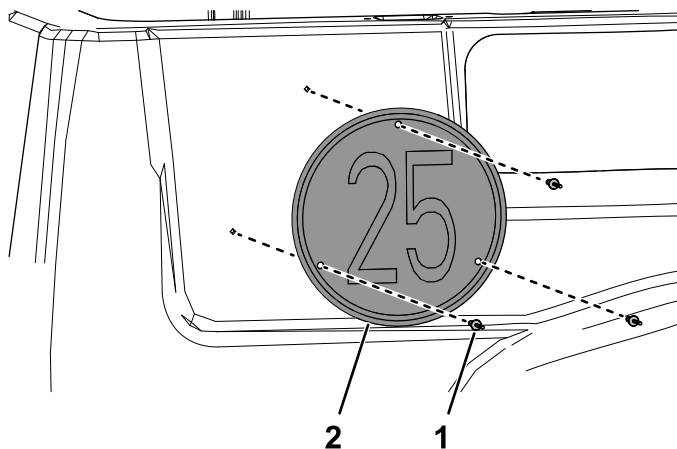

Figura 16
4. Montate la piastra di velocità sulla parte laterale del pianale di carico utilizzando 3 ribattini con spina (3/16" x 15/16"), come illustrato nella Figura 16.